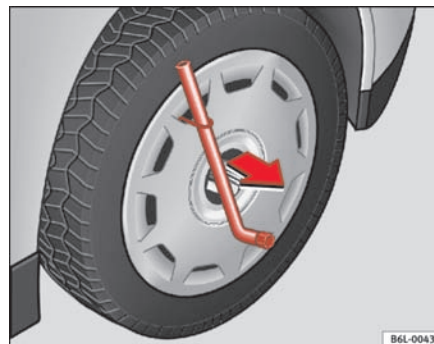

Fig. 135 Sådan tages kapslen af.
- Afmonter hjulkapslen ved hjælp af afmonteringsbøjlen ⇒ fig. 135.